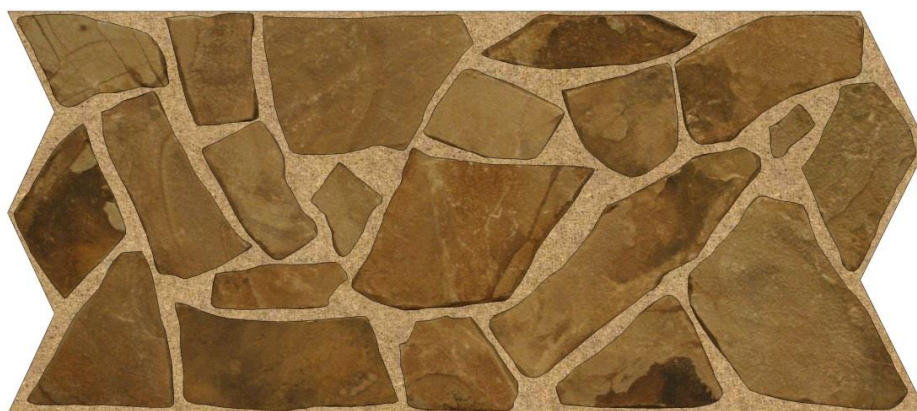

Рис.11.1.
- термопанели с ровными нижней и верхней сторонами (рис.11.1)